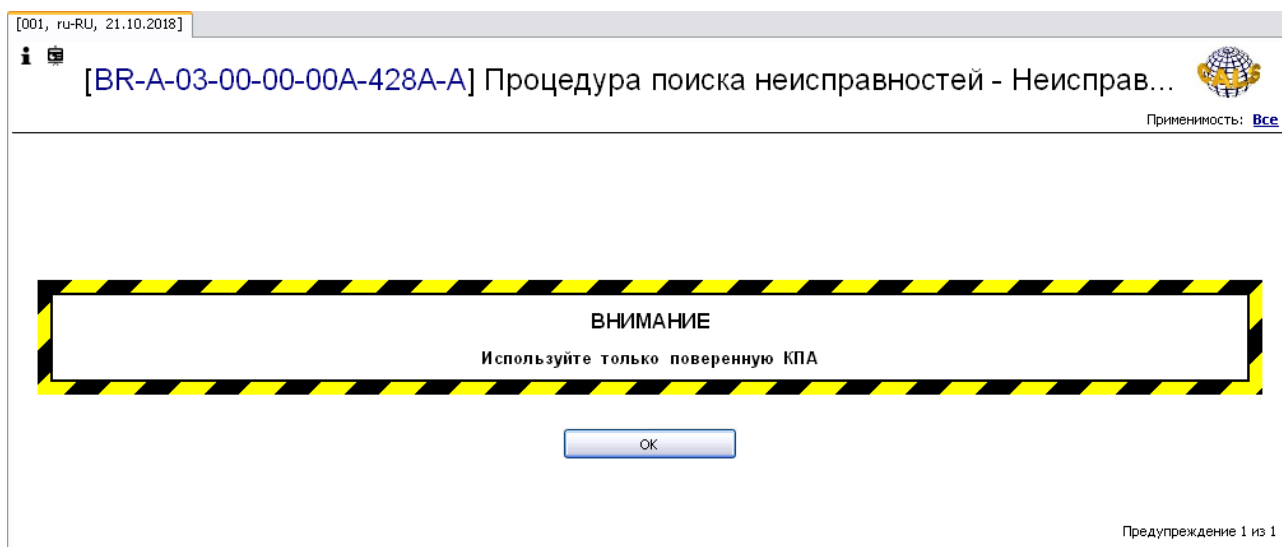

Рис. 148
2. На вкладке **Структура** выберите МД типа «Процедура поиска неисправности». В правом окне появится сообщение с предупреждениями, введенными в предварительных требованиях (или со всеми, в зависимости от настроек) (Рис. 148).